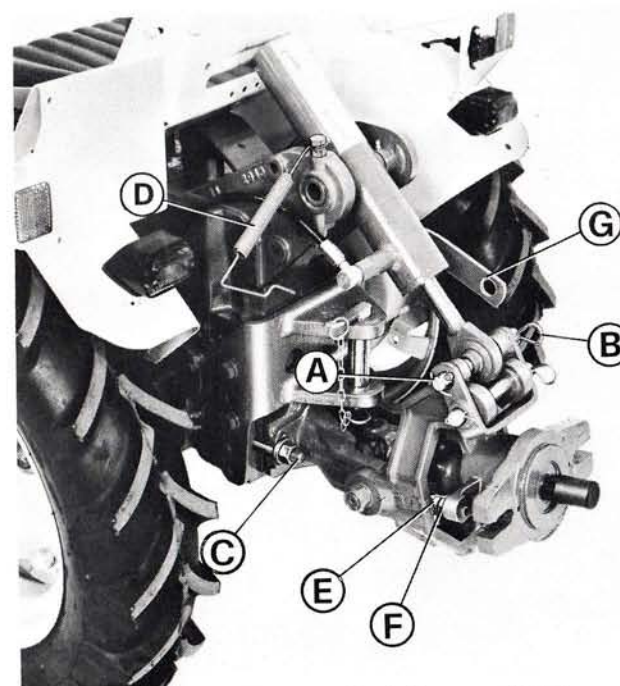

Fig. 44 - Groupe articulation pour fraise
En cas de besoin le système d'application permet de le séparer rapidement du tracteur en ôtant la cheville **A** (fig. 44) après avoir préalablement ôté le ressort **B** et les deux tirants **C** (fig. 44) qui brident tout le groupe au tracteur. Dans ce cas pour ne pas abandonner le cylindre et ne pas endommager celui-ci il faut introduire le bras du ressort **D** (fig. 44) dans la tige du cylindre.
— Pour contrôler les secousses latérales des outils, opérer sur les deux vis de réglage **E** (fig. 44) en desserrant les contre-écrous **F**.
N.B. — Pendant les transferts avec fraises ou autres outils attelés au groupe articulation pour fraise, il est conseillé d'enclencher la tige **G** à la cheville **A** illustrée dans la fig. 44.